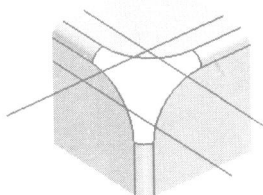
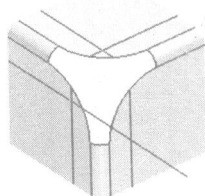

图1-27
图1-28
21. 在【曲线】工具条中单击【投影曲线】按钮，弹出【投影曲线】对话框。选择上一步创建的线段作为投影线，单击【面/平面】按钮，再选择如图 1-27 所示的投影的曲面。在【方向方式】下拉列表中选择【沿矢量】选项，单击【-ZC 轴】按钮，然后在【复制方式】栏中选择【移动】选项，最后单击  按钮创建投影曲线，结果如图 1-28 所示。